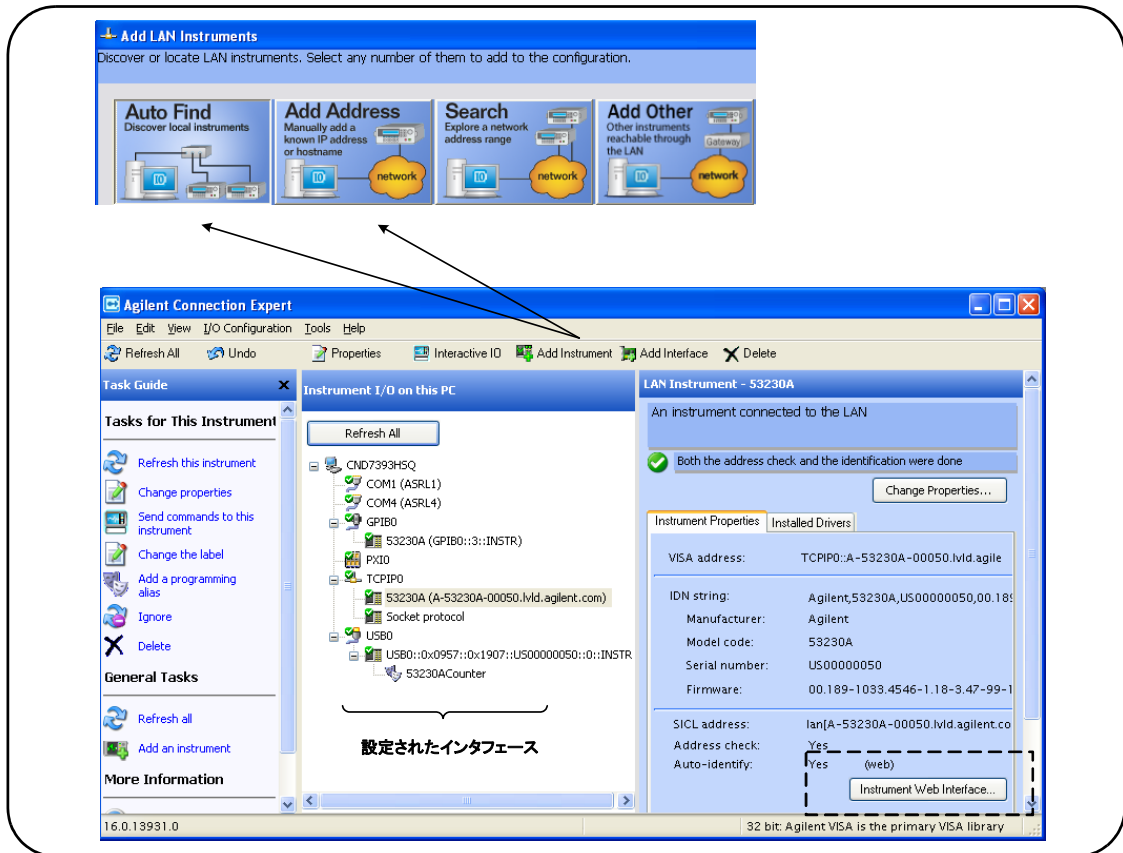

図2-4. Agilent Connection Expertのインターフェース・ウィンドウ。
Agilent Connection Expertが開き、初期画面と図2-4に示すウィンドウが表示されます。インストール中に設定されたコンピュータ・インタフェースが左側の列（**Explorer**ウィンドウ）に、設定済みインタフェースのプロパティが右側の列（**Properties**ウィンドウ）に表示されます。
**ソケット・プロトコルの使用** 高い性能が必要な場合は、LAN設定に追加された測定器に対してソケット・プロトコルを使用することもできます。この接続を使用するには、‘Add Instruments’メニューから‘Add Address’を選択します（図2-4）。このウィンドウで、測定器のホスト名またはIPアドレスを入力し、‘Optional Socket Connection’の下で、‘Use socket connection’を選択します（図2-5）。1つの測定器の設定にVXI-11とソケットの両方の接続が含まれていてもかまいません（図2-4）。
LANインタフェースは、カウンタのWebユーザ・インタフェースにアクセスできる唯一のI/Oインタフェースです。Web UIを開くには、設定済みのLAN測定器を強調表示し（図2-4）、Connection Expertウィンドウから“Instrument Web Interface...”を選択します。
53220A/53230AとPCをUSBケーブルで接続した状態で、Agilent Connection Expert（図2-4）がまだ開いていなければ起動します。PCはUSBデバイスの存在を検出します。必要な場合、USBデバイス(USB0)を**右クリック**して、“Refresh This Interface”を選択します。
Connection Expertは、測定器との間の通信経路を確立しようとします。成功した場合は、測定器がUSB設定済みのリストに追加されます（図2-4）。USBアドレスは、次のようにしてフロント・パネルから読み取れます。
GPIBインタフェースに測定器を追加するには、GPIB0を強調表示し、Connection Expert ツールバーにある“Add Instrument”を選択します（図2-4）。「New GPIB Instrument」ウィンドウが表示されたら（図2-7）、カウンタのGPIBアドレスを選択し（注記：工場設定アドレス=3）、‘OK’を選択します。
GPIBアドレスを変更しても、**Connection Expert**のインタフェース・ウィンドウ (図2-4) は新しいアドレスで更新されません。